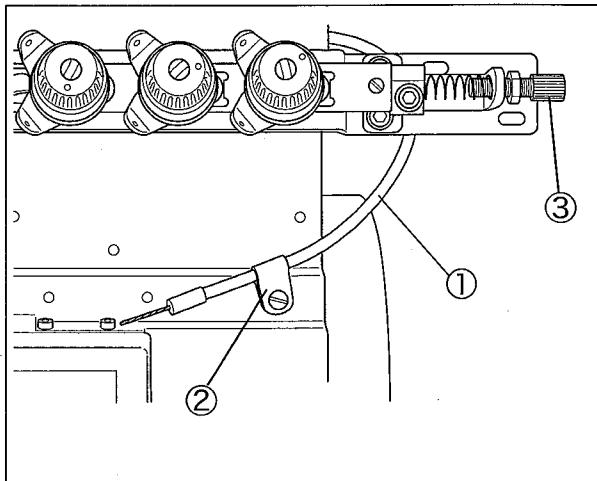
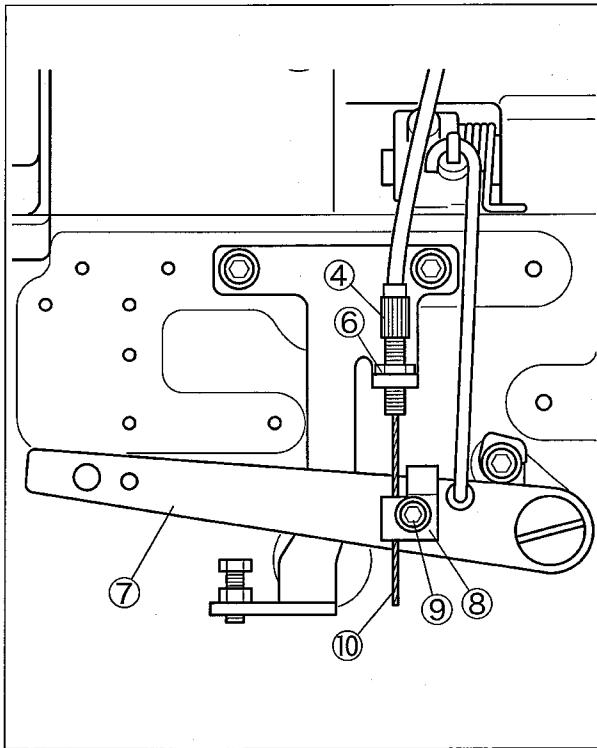

図1
図3
1. コードクランプ②を取り外す。
2. ワイヤガイド③④のネジ部の中央部分で、ロックナット⑤⑥によってワイヤガイド③④が固定されていることを確認する。(図1, 図3)
3. 押工揚ゲレバー⑦側(ミシン後面)のワイヤ止メ(下)⑧の止ネジ⑨を緩める。(図3)
- (1) ワイヤ止メ(上)⑪を取り外す。
- (2) ワイヤ⑩をワイヤ止メブロック⑬の溝に沿わせ、ワイヤ⑩の先端をワイヤ止メブロック⑬の左端まで差し込む。
- (3) ワイヤ止メ(上)⑪を取り付ける。
5. 押工揚ゲレバー⑦側(ミシン後面)のワイヤ⑩をたるまないように、ワイヤ止メ(下)⑧にはさみ、止ネジ⑨を締めてワイヤ⑩を固定する。(図3)